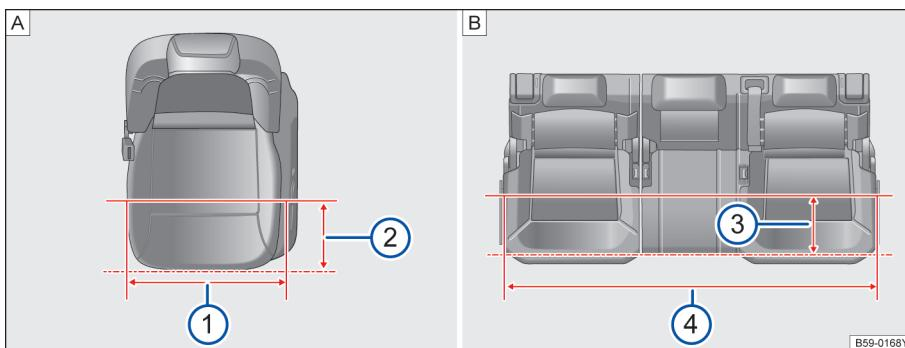

图 95 座椅座宽
如图→图 95[A]在距离前排座椅边缘 200mm 时→图 95②, 前排座椅座垫宽度为 498.5mm→图 95①。
如图→图 95[B]在距离后排座椅边缘 200mm 时→图 95③, 后排座椅座垫宽度为 1378.9mm→图 95④。